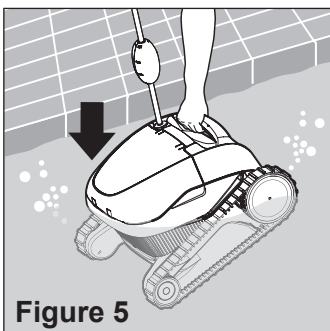

Figure 5
2. Descendez le robot nettoyeur Prowler® 910 ou Warrior® SL dans la piscine en le tenant par la poignée (voir **Figure 5**).